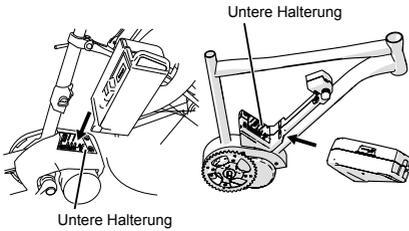
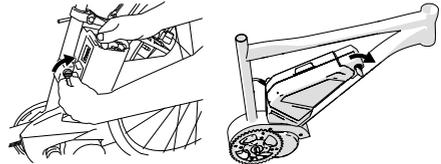

Abb. 1
Abb. 4
Abb. 1 bis Abb. 4 zeigen, wie die Centerbatterie (links) bzw. die Dreiecksbatterie (rechts) eingebaut werden.
- 4) **Sperrern Sie die Batterie mit dem Schlüssel zur Batteriebefestigung. (Abb. 4)**